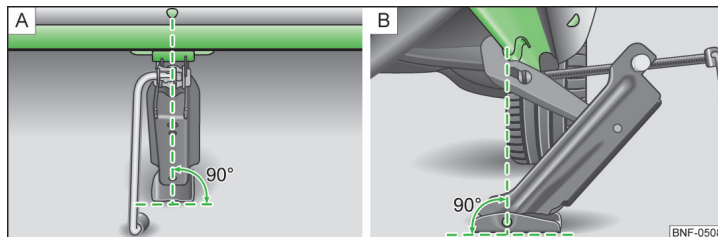

Fig. 114 Sådan sættes donkraften på.
- » Sørg for, at donkraftens bundplade står på et lige underlag med hele fladen, og at donkraften befinder sig i lodret position i forhold til løftepunktet » Fig. 114 - **A**.
- » Stil donkraften under løftepunktet, og drej den så højt op med håndsvinget, at dens griber tager fat i kanten » Fig. 114 - **B**.